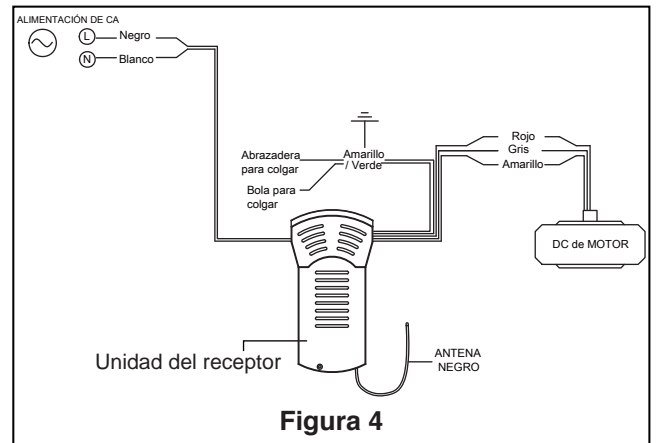

Figura 4
- 4.** Coloque el soporte de la varilla y alinee los orificios de la clavija de horquilla en ambas piezas. Instale la clavija de horquilla y asegúrela con la pinza de horquilla. Fije e instale los dos tornillos de presión y las tuercas de seguridad en el soporte de la varilla interior. (Figura 4)
4. Levante cuidadosamente el ventilador y coloque el ensamble de la bola para colgar/varilla en la abrazadera para colgar que acaba de fijar a la caja de salida. Asegúrese de que la ranura de la bola esté alineada con la lengüeta de la abrazadera para colgar. (Figura 4)
5. Fije el cable de seguridad al cable de soporte para techo. Deslice la abrazadera de cables por el cable de seguridad (del ventilador). Pase el extremo del cable a través del aro que forma el cable de soporte para techo. Tire lo más posible del cable a través del aro. Inserte el extremo del cable en el orificio de la abrazadera y ajuste firmemente el tornillo. (Figura 4)
3. Realice las conexiones de cables al bloque del terminal como se muestra en la Figura 4.
4. Para configurar el código del mando a distancia, mueva los interruptores de código hasta colocar el código de selección en la posición arriba o abajo. Con un destornillador pequeño o con una lapicera (no se incluye) deslice firmemente hacia arriba o hacia abajo. (Figura 4)